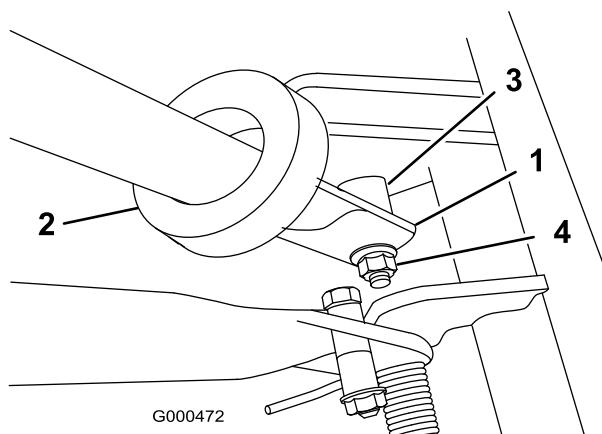

Figura 5
2. Introduza as extremidades do manípulo nas ranhuras existentes nos braços de suporte do manípulo (Figura 5).
- Faça força para dentro nas extremidades do manipulador e instale-as nos pinos de montagem (Figura 5).
- Fixe o manipulador à cavilha e mova o pino com a porca flangeada de bloqueio (Figura 5).